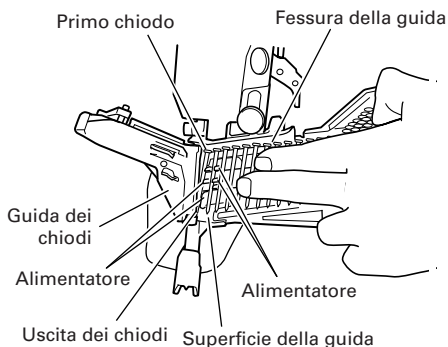

Fig. 5
- (2) Caricare i chiodi nella guida. Estendere la linea chiodi dal contenitore. Inserire il primo chiodo nel foro di sparto e il secondo chiodo tra i due denti dell'alimentatore. Inserire il chiodo in modo che la testa del chiodo entri nella fessura della guida. (Fig. 5)